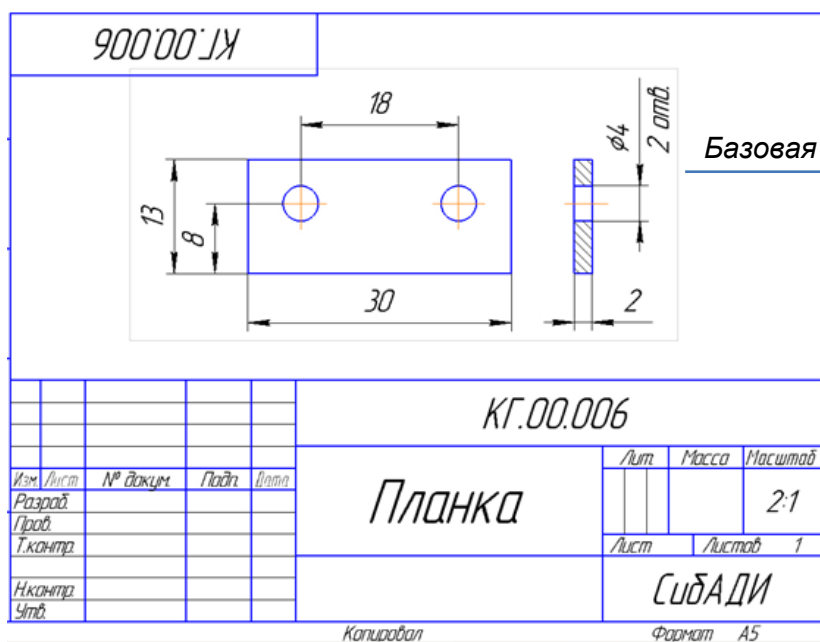

Рис. 4.27. Рабочий чертеж «Планка»
- Откройте рабочий чертеж «Планка», который находится в папке ... \Рабочие чертежи\ Планка \_ КГ.00.006 (рис. 4.27).